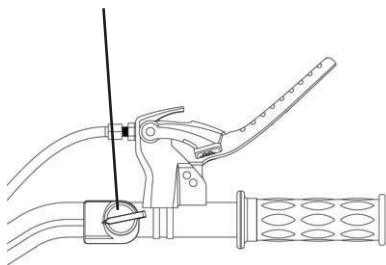

Рис. 14
3. Переведите выключатель зажигания в положение ON (ВКЛЮЧЕНО) (Рис. 14).
- Переведите выключатель зажигания в положение «OFF» (ВЫКЛЮЧЕНО) (Рис. 14).